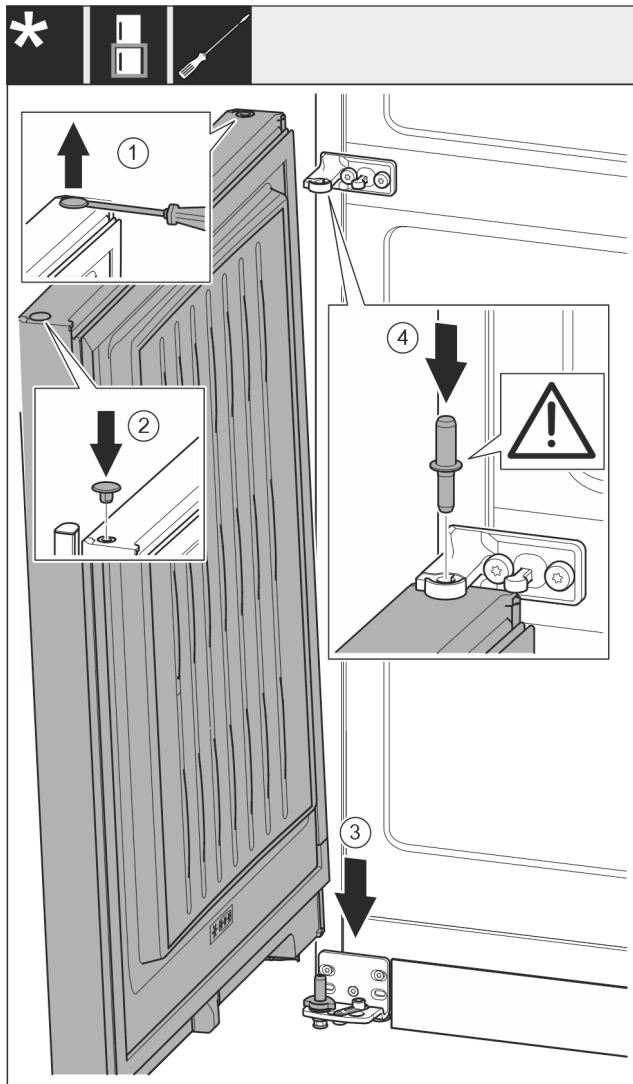

Fig. 56
- ▶ Til de plug voorzichtig Fig. 56 (1) op met een platte schroevendraaier en trek hem er uit.
- ▶ Plug Fig. 56 (2) aan de andere deurzijde er weer insteken.
- ▶ Deur Fig. 56 (3) van bovenaf op de onderste lagerbouten plaatsen.
- ▶ Lagerbout midden Fig. 56 (4) door lagerbok midden in de onderste deur steken. Let hierbij op dat het vergrendelingslipje naar achteren wijst.